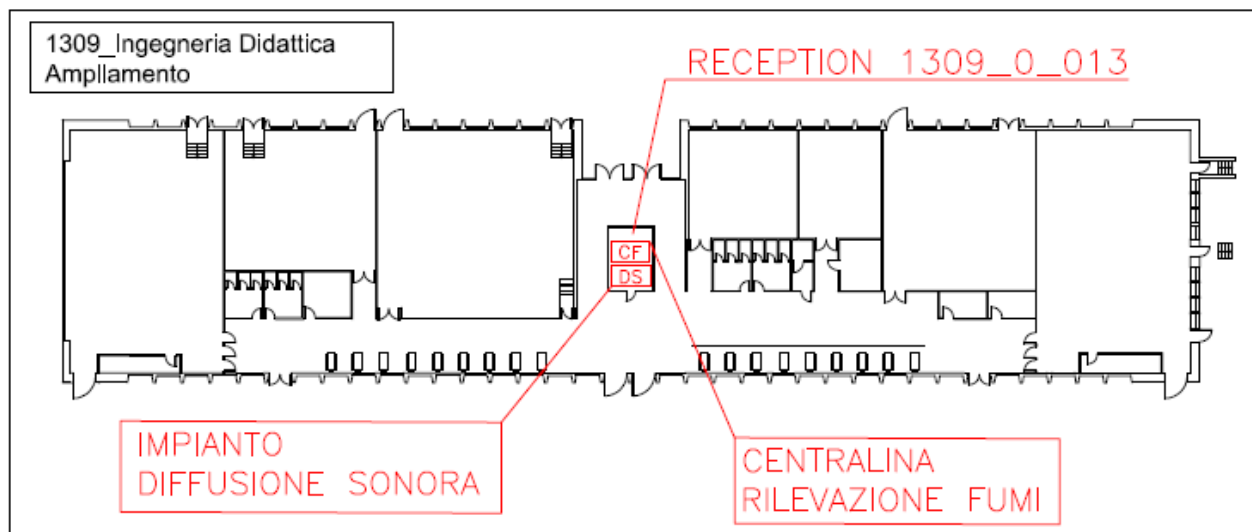

Figura 1 - Impianti gestione emergenze.
La struttura è dotata di un sistema di allarme automatico per la rilevazione e segnalazione di incendi. L'impianto è costituito da una centrale di comando ubicata nel locale tecnico (locale 1309\_0\_013, vedi p.to 3.3 – Figura 1), da rilevatori di fumo (nei locali previsti dalla norma), da pulsanti manuali e da targhe ottico/acustiche lungo i corridoi.
Per la gestione dell'evacuazione dell'edificio è presente un impianto sonoro di altoparlanti che emette un messaggio preregistrato comandato da una centralina posta all'interno della Reception (locale 1309\_0\_013, vedi p.to 3.3 – Figura 1), azionabile manualmente da una chiave.
- ordina l'evacuazione dell'edificio (**messaggio preregistrato**) attivando la chiave della centralina posta nella reception (vedi p.to 3.3 – Figura 1);
- effettua la chiamata ai **Vigili del Fuoco (115)**;
- se necessario effettua la chiamata **all'autoambulanza (118)**;
All'attivazione della centrale di comando il personale del Centro Operativo verifica la causa che ha dato origine all'allarme controllando nella centrale di comando stessa la zona in emergenza (vedi p.to 3.3 – Figura 1).